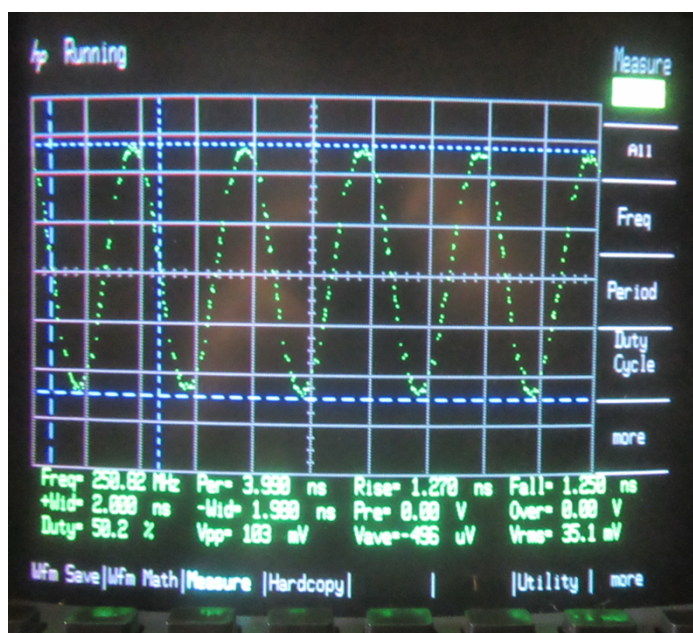

图 23. 频率测量的结果是 250.82MHz
5) 看到结果如图 23. HP 54111D 自动显示波形并报告频率测量的结果是 250.82MHz, 与信号发生器产生的频率 250MHz 相当接近.